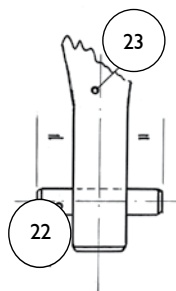

Fig. 10.08
- 4 Insira o a parte mais fina no pino no buraco e o encaixe até que a haste fique equidistante entre as duas extremidades do pino da haste (Fig. 10.08).
10.5 - AJUSTANDO UM NOVO EXTRATOR 4141 / 4143 (item 12 na lista de peças)